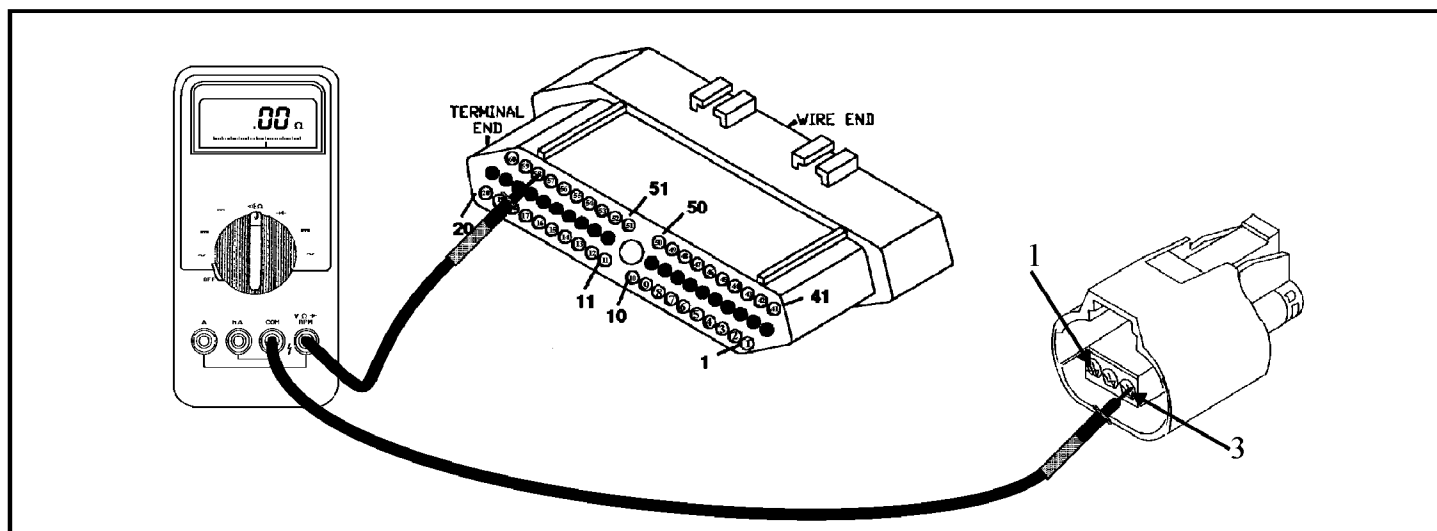

Figura 83
- Haga una prueba de continuidad desde el terminal 3 en el conector del módulo al terminal 58 en el conector del TCM (Vea la figura 83). Si hay continuidad, vaya al proximo paso. Si no hay continuidad, repare o reemplaze el alambre.